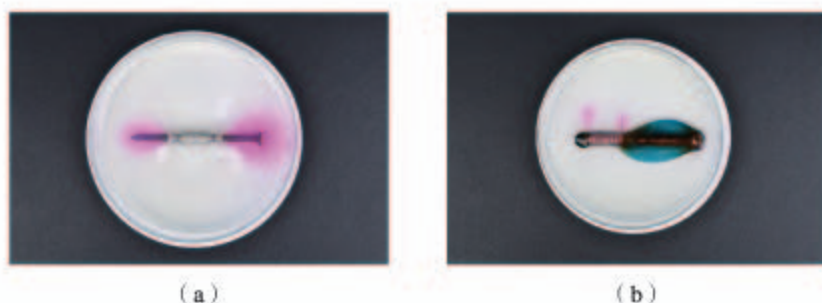

图4-27 牺牲阳极法实验(2)
(2) 将1 g 琼脂加入250 mL烧杯中，再加入50 mL饱和食盐水和150 mL水。搅拌、加热煮沸，使琼脂溶解。稍冷后，趁热把琼脂溶液分别倒入两个培养皿中，各滴入5~6滴酚酞溶液和 $K_3[Fe(CN)_6]$ 溶液，混合均匀。取两个2~3 cm长的铁钉，用砂纸擦光。如图4-27(a)所示，将裹有锌皮的铁钉放入上述的一个培养皿中；如图4-27(b)所示，将缠有铜丝的铁钉放入另一个培养皿中。观察并解释实验现象。